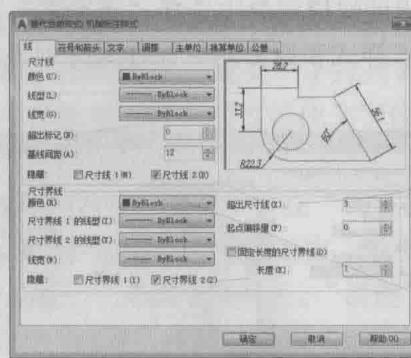

图 1-36 选择“隐藏”选项
- 在“标注样式管理器”对话框中将“机械标注样式”设置为当前样式。单击“替代”按钮，弹出“替代当前样式”对话框，打开“线”选项卡，在“尺寸线”选项组的“隐藏”选项中勾选“尺寸线 2”复选框，在“尺寸界线”选项组的“隐藏”选项中勾选“尺寸界线 2”复选框，即同时隐藏第二个尺寸线和第二个尺寸界线，如图 1-36 所示。